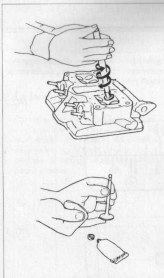

FIG. 46
- A l'aide d'une ventouse à roder, tourner la soupape sur son siège par un mouvement alternatif des mains, en exerçant un léger pression (fig. 46).